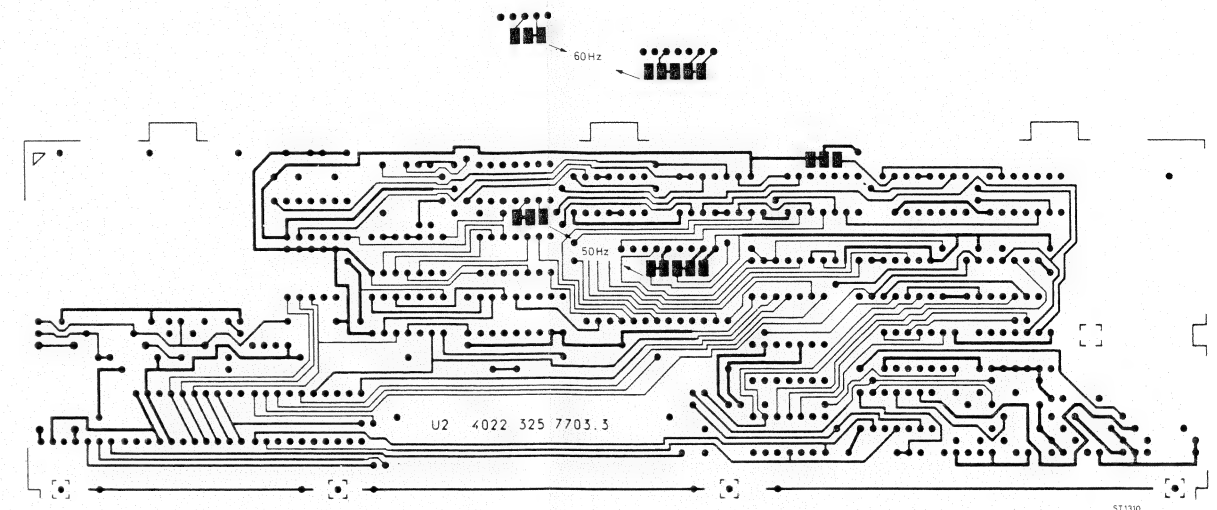

Fig. 14.
- Réaliser les interconnexions comme mentionné à la figure 14, page 52